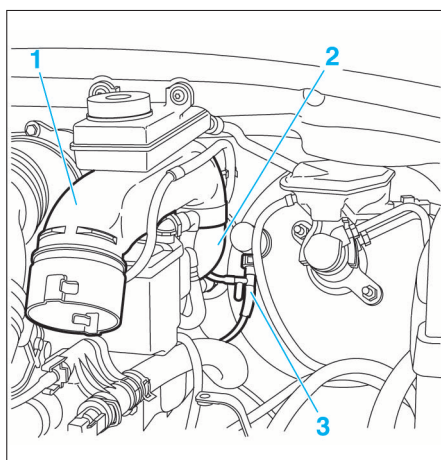

FIG. 14
- Déposer les tuyaux d'entrée d'air (1) et (2) (moteurs diesel) (Fig.14) ou le filtre à air (moteur essence).